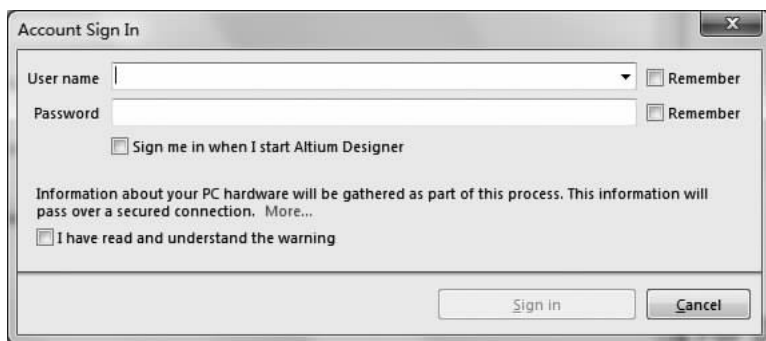

图 1-31 “Account Sign In”对话框
(2)“Global installation service”单选按钮:用于安装中的全球安装服务验证。单击“You should be logged in Portal”链接,打开如图 1-31 所示的“Account Sign In”(账户登录)对话框。